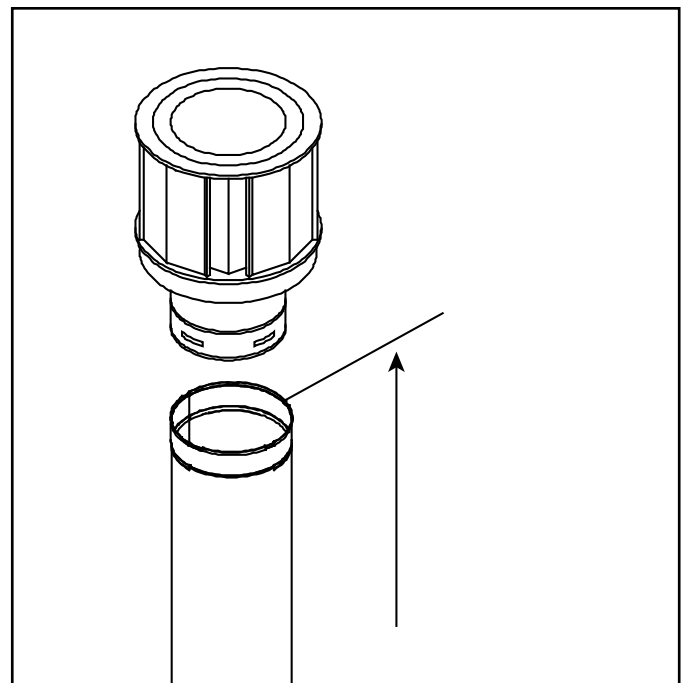

Figure 4.10 Mesure par rapport à l'extrémité supérieure de la dernière section du conduit
- Les extrémités verticales doivent être mesurées à partir de l'extrémité supérieure de la dernière section du tuyau. Voir la Figure 4.10.